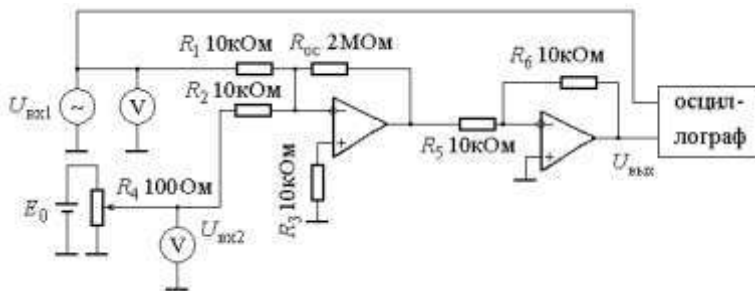

Рисунок 1 Схема сумматора с фазосогласующим инвертором
1. Собрать схему сумматора (рис.1)